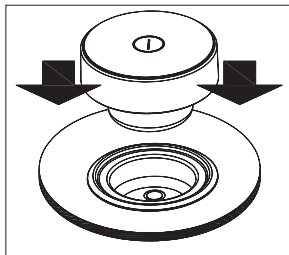

Рис. 3.
- 1 Вставьте регулятор (2) в рабочий корпус (см рисунок 3).
- 2 Нажмите на сенсорную клавишу «Вкл.» ① (1) и удерживайте ее не менее 1 секунды. Сенсорное управление станет активным и видимым, а внешнее кольцо будет светиться. Если какая-либо из варочных зон будет горячей, на соответствующем индикаторе (4) будет отображаться буква Н.